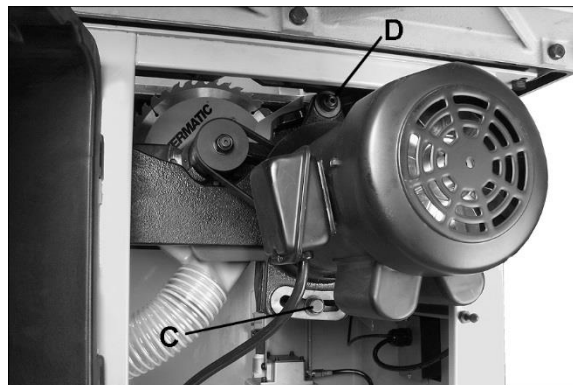

Рисунок 8-12
См. Рисунок 8-12.
2. Ослабьте болт (С, Рисунок 8-12) гаечным ключом на 17 мм.
3. Слегка ослабьте гайку (D) гаечным ключом на 32 мм (или разводным).
4. Сдвиньте двигатель вправо и затяните болт (С) для натяжения ремня. Затяните гайку (D). Проверьте правильность натяжения, нажав на ремень посередине между шкивами; прогиб должен составлять около 12 мм.